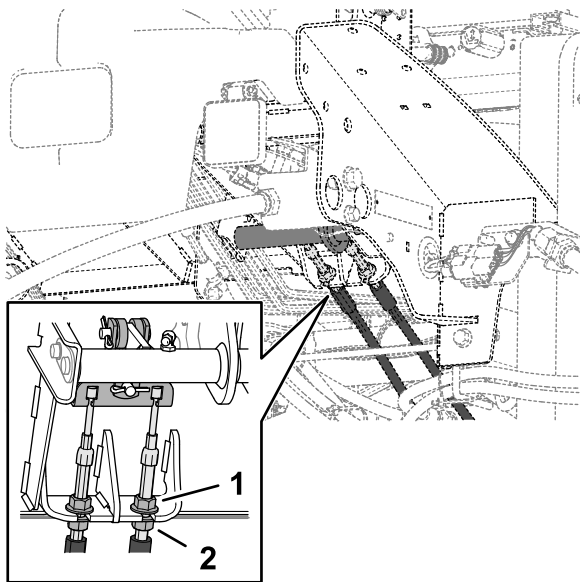

Figure 114
5. Pour réduire la garde à la pédale de frein, desserrez les écrous de blocage avant sur l'extrémité filetée de chaque câble de frein (Figure 114).